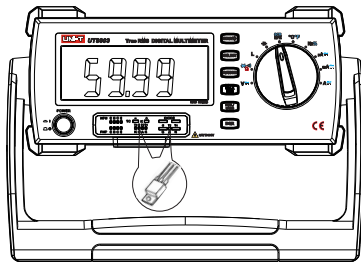

图7
- 档位旋钮开关置于 SCR 测量档位，按下 **SELECT** 键切换到晶闸管测量功能。(如图7)